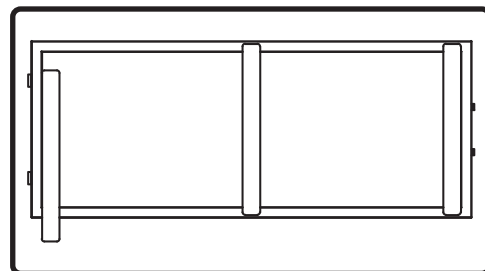

FIG. 1
2. Placez le support du filtre sur le filtre à charbon et fixez-le en place en repliant chaque extrémité du support sous le cadre du filtre à graisse à mailles. FIG. 1. Réinstaller le filtre à graisse à mailles.